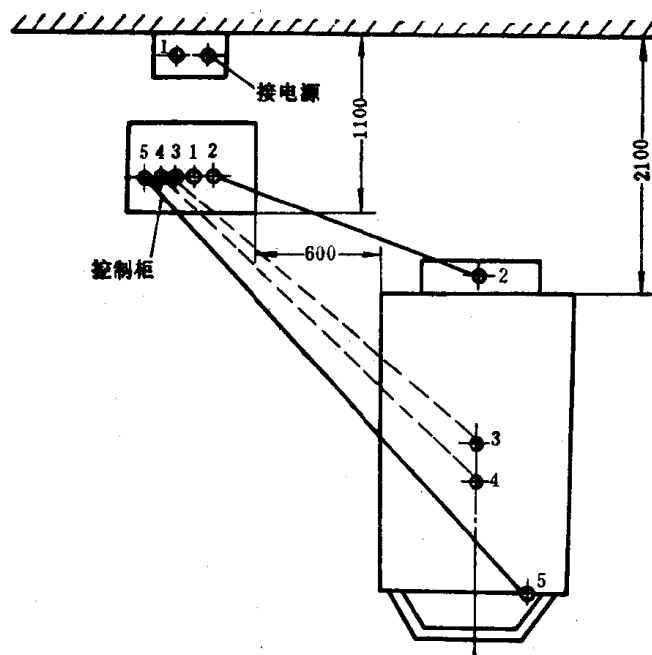
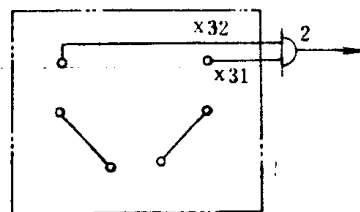

图1-10 RX 3系列1200°C箱式电阻炉安装示意图
图1-11 RX3-20-12型箱式电阻炉炉后加热元件接线
(1) 电炉应安装在一般混凝土地坪上，铺设混凝土地坪前，应考虑敷设地下电气管道位置。
(2) 图1-10所示的平面布置是正常操作情况下最小尺寸。使用单位可根据现场实际情况自行布置，但管线必须保持指定的接线位置。
(3) 安装前必须检查加热元件是否有折断、裂纹、严重弯曲及脱出搁丝砖等现象。同时还应检查相与相、引出棒与炉壳之间的绝缘是否有短路等不正常现象。
(4) 检查加热元件、控制柜、热电偶与补偿导线、断路安全装置等导线的接线端接触是否良好。
(1) 在电气安装施工中布置管子时应尽量减少弯曲，同时管子弯曲半径应大于 7~8 倍管子直径。埋于地下的管子末端应高出地面 200mm，用螺帽旋紧封住，并在管子及导线的末端必须有明显标记。
(2) 除补偿导线外，其余导线及配管均由使用单位自备。
(3) RX- $\frac{20}{45}$ -12 型箱式炉电气外部接线图由图1-10所示，加热元件接线图如图 1-11、1-12 所示，图 1-10 中导线及配管规格等如表 1-10、1-11 所示。其他型号箱式炉的电气外部接线如图 1-13~1-15 所示，导线及配管规格如表 1-12~1-14 所示。